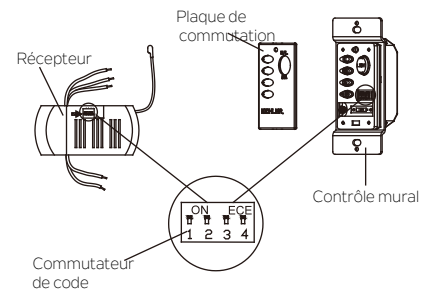

Fig. 13
**Étape 1.** Faites glisser les commutateurs de code du récepteur vers le haut ou vers le bas à l'aide d'un petit stylo à bille (non fourni). (Fig. 13)
**Étape 2.** Pour régler le code sur la commande murale, utiliser un petit tournevis plat et l'écarter doucement du haut ou du bas de la plaque de commutation. Glisser les commutateurs de code sur les mêmes positions que celles réglées sur le récepteur. (Fig.13)